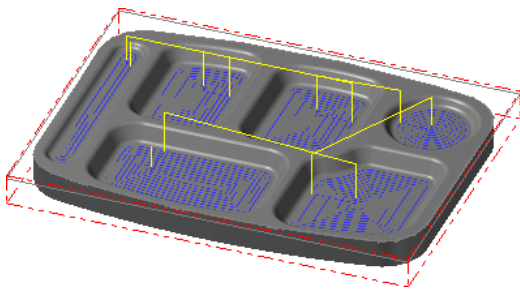

图 1.28 刀具路径
(4) 设置冷却方式。在**参数**选项卡中单击**Coolant...**按钮，系统弹出“Coolant...”对话框，在**Flood**（切削液）下拉列表中选择**On**选项。单击该对话框的**✓**按钮，关闭“Coolant...”对话框。
(5) 单击“定义刀具-机床群组-1”对话框中的**✓**按钮，完成刀具参数的设置。
Step7. 设置浅平面精加工参数。在“曲面精加工浅平面”对话框中单击**浅平面精加工参数**选项卡，在**浅平面精加工参数**选项卡的**大切削间距 (M)**文本框中输入值 4，在**到**文本框中输入 10，然后选中**✓ 由内而外环切**、**✓ 切削顺序依照最短距离**复选框，其他参数采用默认设置值。
Step8. 单击“曲面精加工浅平面”对话框中的**✓**按钮，同时在图形区生成图 1.28 所示的刀具路径。